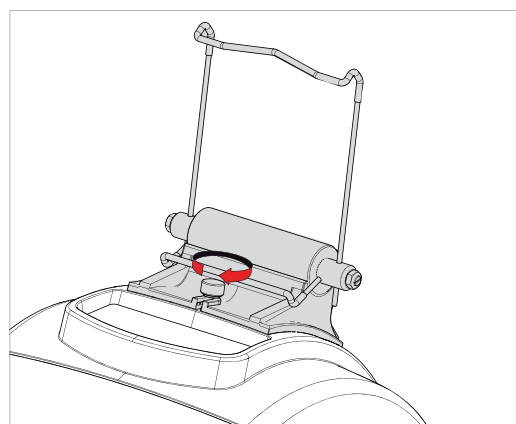

Fig. 15
- 4) Enroscar y apretar el pomo para fijar el soporte tablet en el cárter superior (Fig. 15).